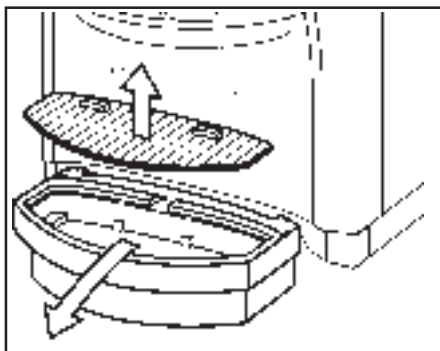

Abb. 7: Entfernen der Tropfschale
1. Entfernen Sie die Tropfschale (siehe Abb. 7).